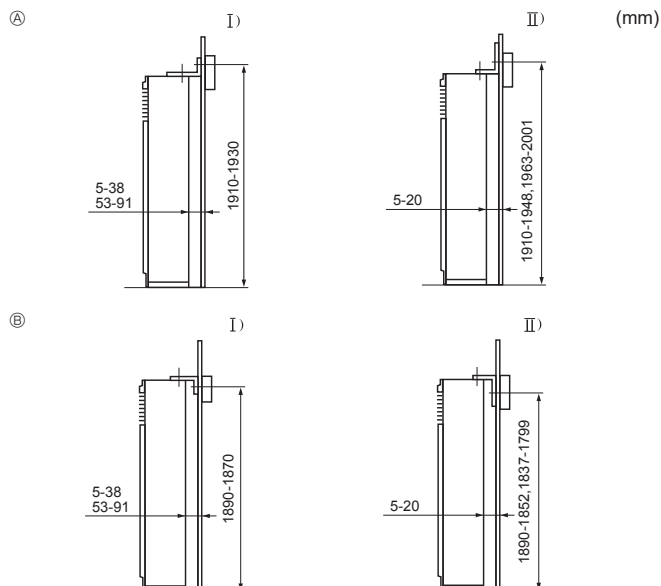

Fig. 3-3
- ① Wspornik zapobiegający przewróceniu
Wspornik zapobiegający przewróceniu ① umieszcza się na górnej powierzchni urządzenia. Odkręcić wkręty samogwintujące ②, po czym zamocować wspornik zgodnie z rysunkiem. Prawidłowe odległości montażowe podano na rysunku Fig. 3-3.
- Ⓨ Wykręcić śrubę ⑤, po czym pociągnąć kratkę do przodu, aby ją wyjąć.
3.3. Montaż wspornika zapobiegającego przewróceniu (Fig. 3-3)